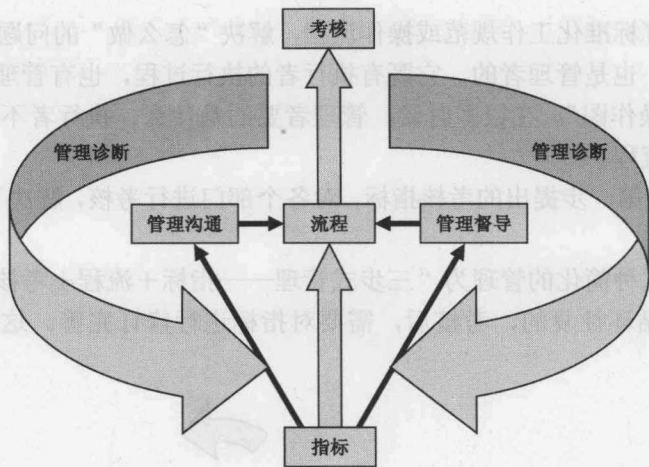

图 1-2 三步式管理整体思路
“指标+流程+考核”是我们的三步式大思路，这是核心元素。在这一核心的周围，还有三个元素：①管理督导；②管理沟通；③管理诊断。这些元素，共同形成“三步式管理”整体思路，如图 1-2 所示。这个图看起来像一只飞翔的大鸟，“指标+流程+考核”为鸟的脊椎，“管理沟通+管理督导”是其双翅的骨架，而管理诊断是双翅上的羽毛。